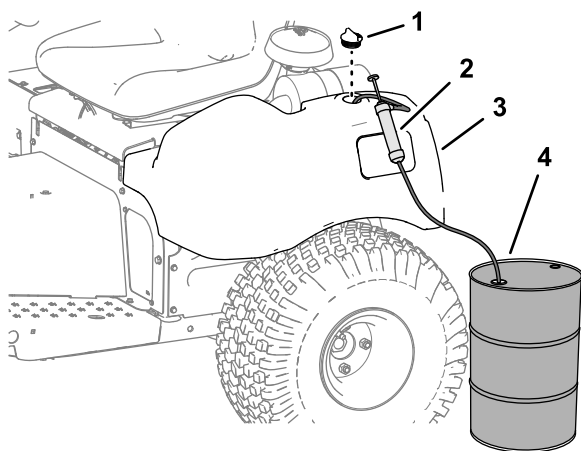

Figura 46
1. Retire el tapón del depósito hidráulico (Figura 46).
2. Bombee el fluido hidráulico del depósito hidráulico (Figura 46).